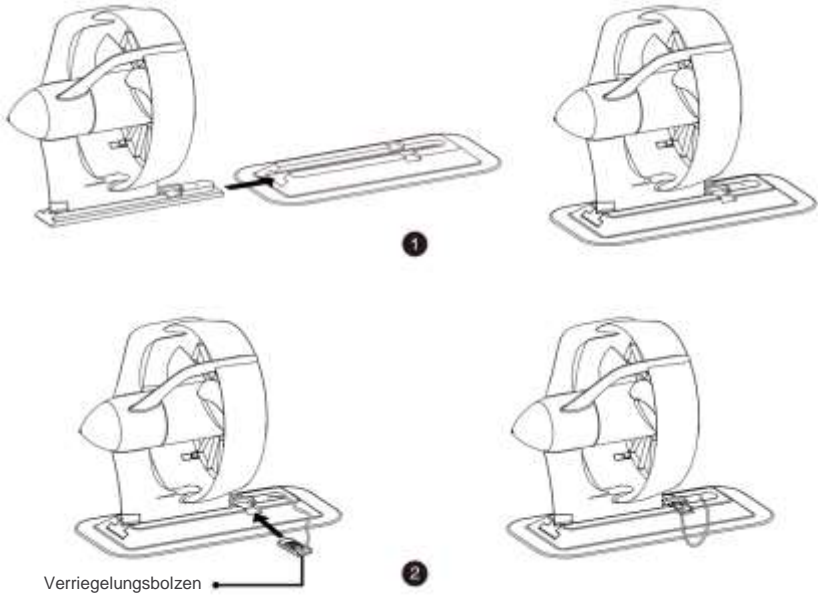

Abb. 3-4
Schritt 2: Setzen Sie die Halteklammer ein, um den Adapter zu verriegeln (Abbildung 3-4).